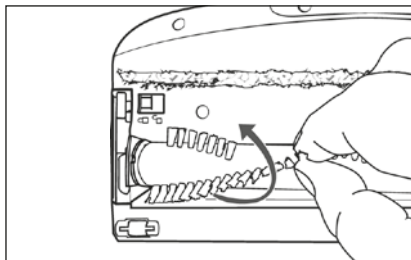

Fig. 25
- 3) Trageți peria rotativă **21** apucând-o de perii din peria pentru podea **22**. Rotiți puțin peria rotativă **21** pentru a o îndepărta mai ușor (a se vedea fig. 25).